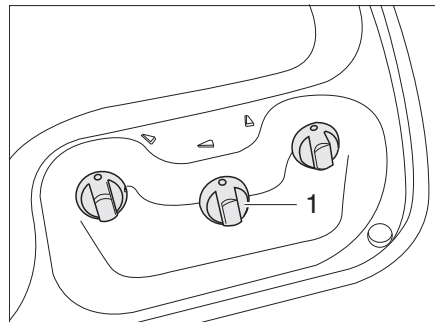
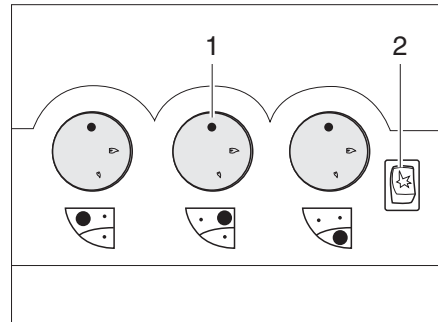

Fig. 258 Elementos de mando para la cocina de gas (sin tecla de encendido piezoeléctrica)
Fig. 259 Elementos de mando para la cocina de gas (con tecla de encendido piezoeléctrica)
- Girar el regulador giratorio (Fig. 258,1 ó Fig. 259,1) correspondiente al quemador deseado a la posición de encendido (llama alta).
- Si hay una tecla de encendido (Fig. 259,2): Generar chispas pulsando la tecla de encendido.